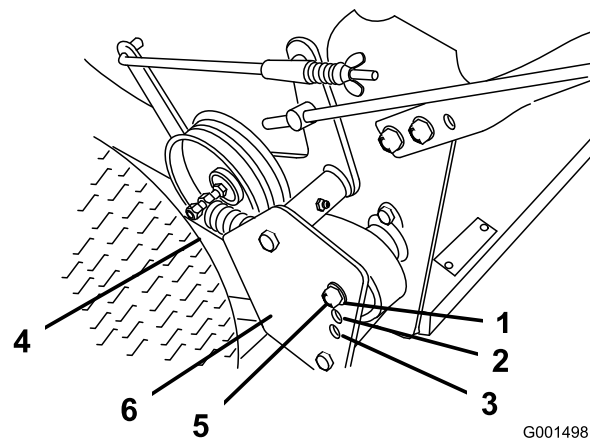

Figura 10
4. Retire el muelle de transmisión del perno de ajuste (Figura 10).
5. Retire la contratuerca que sujeta el perno de ajuste al deflector de la polea de transmisión (Figura 10).
- Nota:** La tensión de la transmisión de las ruedas es menor en la Posición A. La tensión aumenta en las Posiciones B y C (Figura 10).